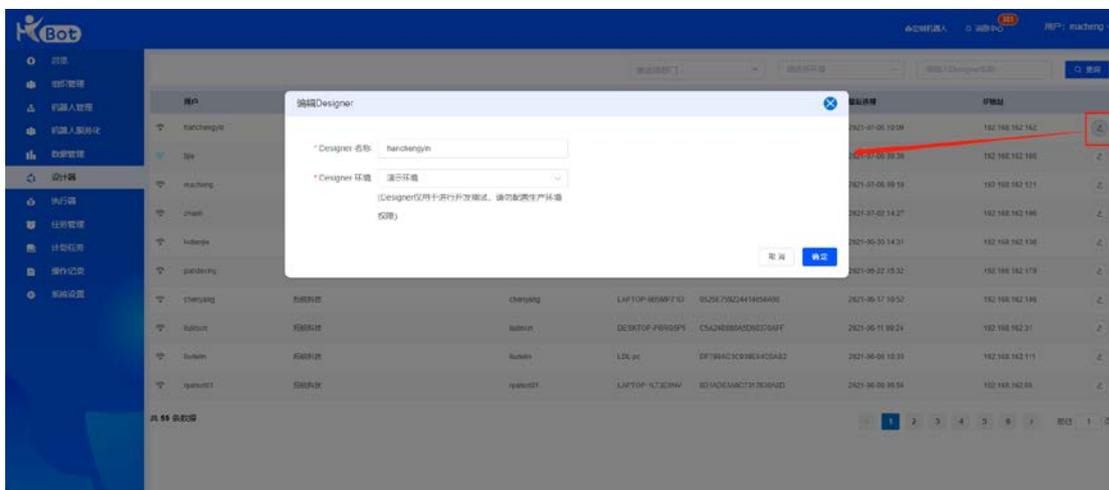

图 48
- 编辑设计器：修改设计器 Designer 名称和设计器 Designer 所配置的环境，如图 48.